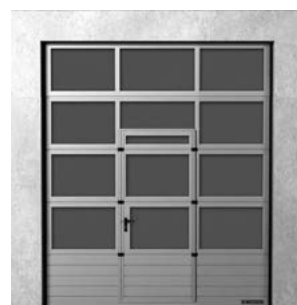
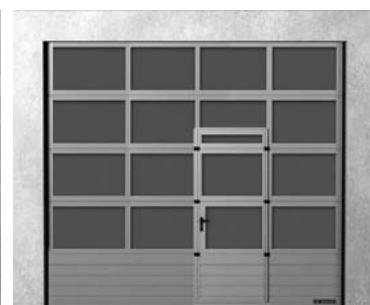

Рис. 22. Проходная дверь в воротах серии MakroPro Alu – разделение ширины на нечётное количество остеклений – вид с наружной стороны.
Рис. 23. Проходная дверь в воротах серии MakroPro Alu – разделение ширины на чётное количество остеклений – вид с наружной стороны.
- Проходные двери устанавливаются по центру или передвинуты по отношению к ширине центра ворот (см.: Рис. 22 и Рис. 23). Расположение двери зависит от разделения на вертикальную количество полей с шириной (см. стр. 31, 35).